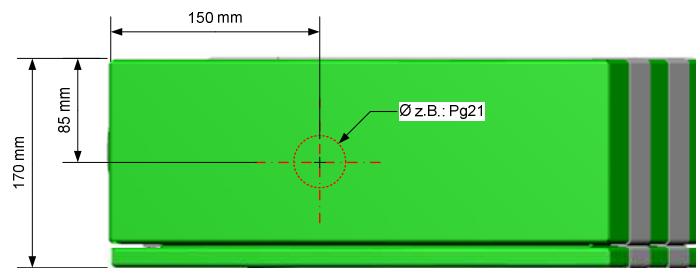

Abbildung 4: Beispiel Position Kabeleinführung von oben.
- Empfohlene Orte für die Einführung der Zuleitung sind oben und unten. Beispielhaft wird in Abbildung 4 eine mögliche Position für die Kabeleinführung von oben dargestellt.